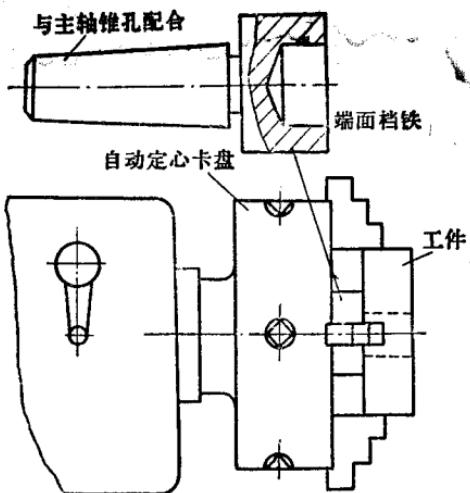

图11 用端面档铁校正工件的端面。
- (三) 用端面挡铁。挡铁的一端插在主轴的锥孔中（如图11）。如果在工件上还要镗内孔，就必须在挡铁的端面上钻一个孔，孔的直径应大于工件孔径。